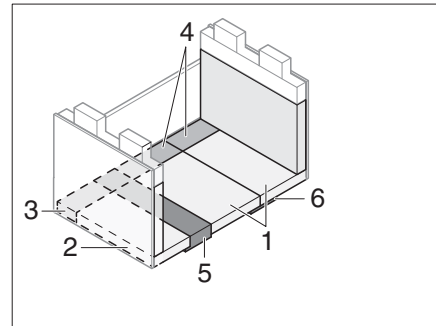

Fig. 183 Après la transformation
- Placer les coussins d'assise, de dossier et supplémentaire comme montré dans Fig. 183.
- ▷ Pour augmenter le confort de couchage, il est possible de retirer l'élément supplémentaire du coussin de dossier (Fig. 183,2).